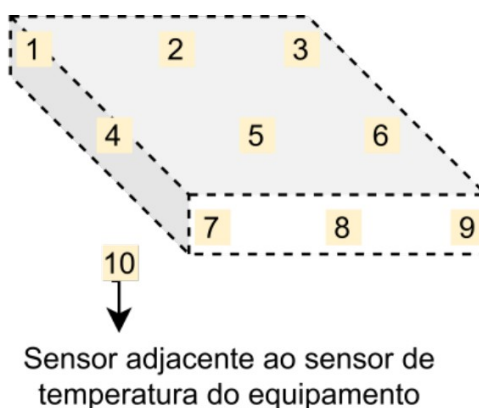

Figura 6 - Distribuição de sensores no interior do equipamento.
- Distribua os sensores de temperatura no interior do equipamento, de forma que um deles esteja posicionado de maneira adjacente ao sensor de temperatura do equipamento, conforme ilustrado na Figura 6.